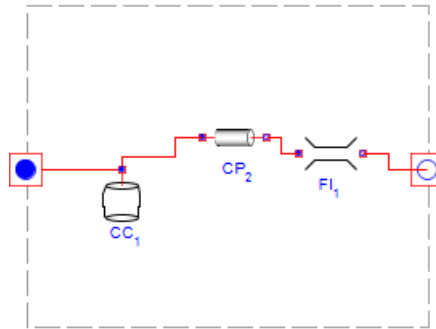

図6.29 離散化されたパイプラインのセグメント
1. 図6.28 「ウォーターハンマー」 や 図6.29 「離散化されたパイプラインのセグメント」 にあるようなコンポーネントと接続のあるモデルを作成します。